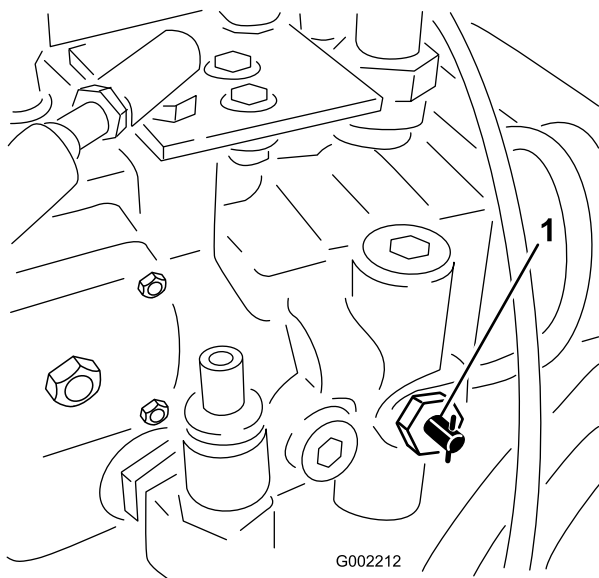

Figure 53
1. Tournez la vanne de remorquage (Figure 53) de 90° dans un sens ou dans l'autre pour l'ouvrir.